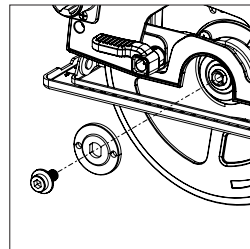

Fig. 4
- Använd insexnyckeln, lossa och ta bort hjulaxelns sexkantsskruv, tillhörande fästet och det yttre bladets drivfläns. (**Fig. 4**)